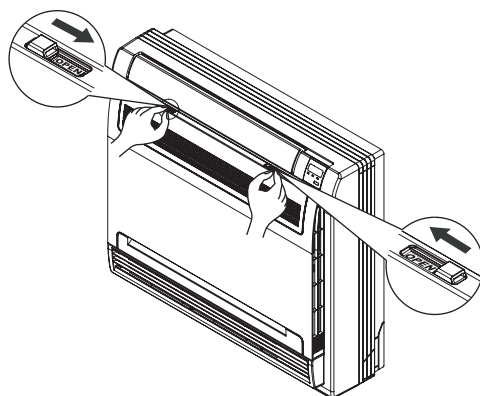

Рис. F1
1. Откройте переднюю панель (см. рис. F1).